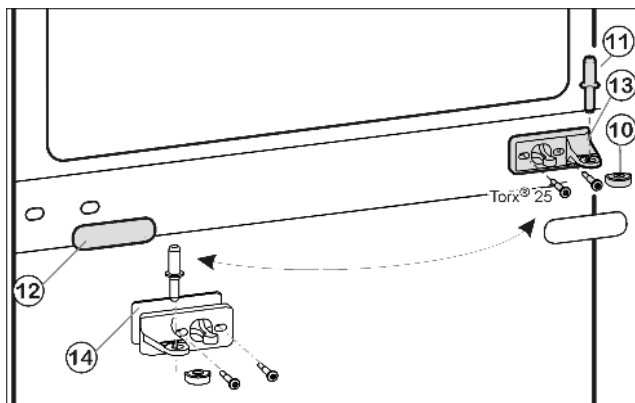
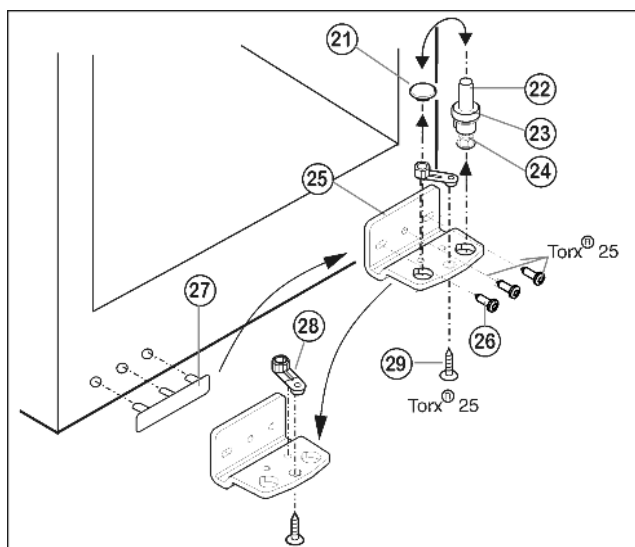

Fig. 5
Fig. 6
- Prostřední ložiskový čep Fig. 5 (11) vytáhněte ze stojanu ložiska a spodních dveří.
- Plastovou čepičku Fig. 5 (10) stáhněte.
- Stojan ložiska uprostřed Fig. 5 (13) odšroubujte (2 krát Torx® 25).
- Krytku Fig. 5 (12) opatrně stáhněte.
- Prostřední stojan ložiska Fig. 5 (13) s podložkou Fig. 5 (14) přišroubujte otočený o 180° na novou stranu závěsu (s 4 Nm).
- Krytku Fig. 5 (12) otočenou o 180° zasuněte na nové straně madla.
- Ložiskový čep Fig. 6 (22) včetně podložky Fig. 6 (23) a seřizovací nožky Fig. 6 (24) vytáhněte nahoru.
- Zátku Fig. 6 (21) odstraňte.
- Stojan ložiska Fig. 6 (25) odšroubujte Fig. 6 (26).
- Ložiskový díl Fig. 6 (28) odšroubujte Fig. 6 (29) a přemístěte jej do protilehlého upínacího otvoru stojanu ložiska, pak ho znovu pevně přišroubujte.
- Krytku na straně madla Fig. 6 (27) opatrně vytáhněte a přemístěte na druhou stranu.
- Stojan ložiska Fig. 6 (25) na nové straně závěsu zase přišroubujte příp. pomocí akumulátorového šroubováku (momentem 4 Nm).
- Zátku Fig. 6 (21) zase vložte do druhé díry.
- Ložiskový čep Fig. 6 (22) včetně podložky a seřizovací nožky zase nasadte. Přitom dávejte pozor, aby zajišťovací vačka směřovala dozadu.
- Spodní dveře nasadte shora na spodní ložiskový čep Fig. 6 (22).
- Plastovou krytku Fig. 5 (10) nasadte zase na prostřední stojan ložiska Fig. 5 (13).
- Prostřední ložiskový čep Fig. 5 (11) vložte přes prostřední pouzdro ložiska Fig. 5 (13) do spodních dveří na nové straně závěsu.
- Horní dvířka usadte na prostředním ložiskovém čepu Fig. 5 (11).
- Dveře případně pomocí obou podélných děr ve spodním stojanu ložiska Fig. 6 (25) a v prostředním stojanu ložiska Fig. 5 (13) vyrovnejte tak, aby lícovaly. Vyšroubujte prostřední šroub na stojanu ložiska dole Fig. 6 (25).